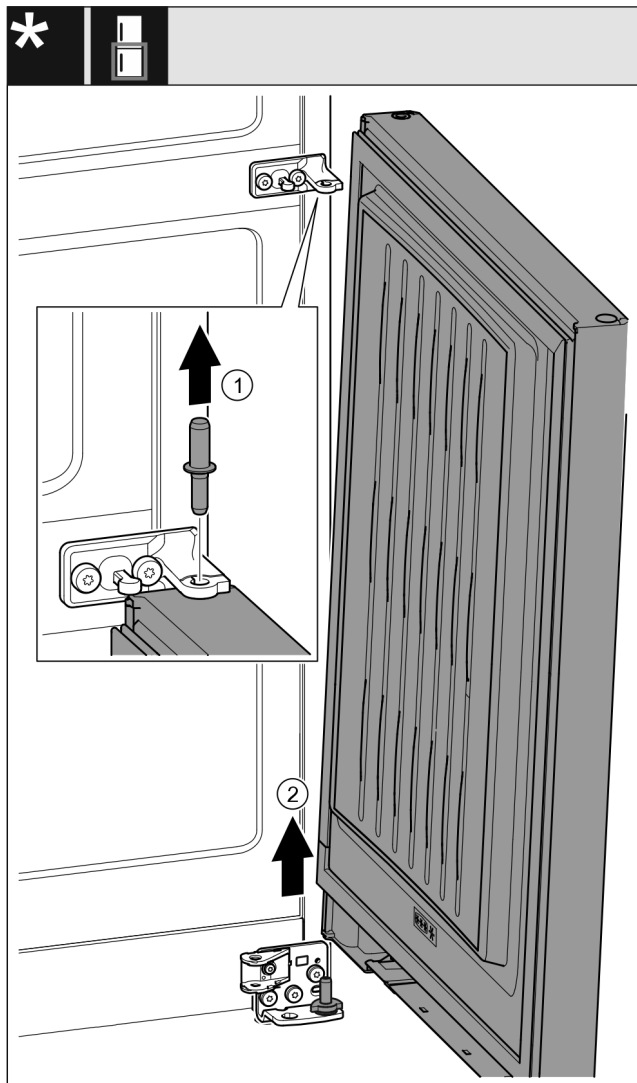

Fig. 30 S tlumičem zavírání*
- Čep Fig. 30 (1) vytáhněte nahoru.*
- Dveře Fig. 30 (2) kýváním vysadíte a odložíte stranou.*